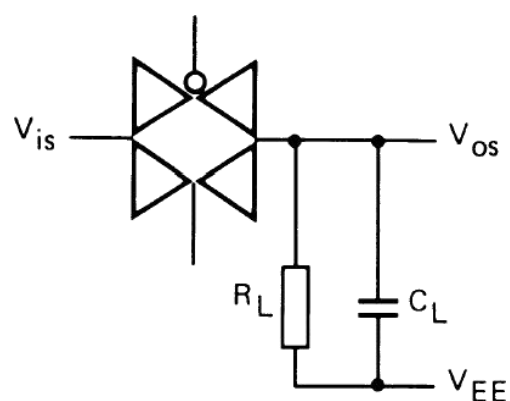

图 4
4. $R_L=10K\Omega$; $C_L=15pF$; 通道开通; $V_{is}=V_{DD}$ (P-P) /2(正弦波, 在 $V_{DD}/2$ 处对称), $f_{is}=1KHz$; 如图 4 所示
7. $R_L=1K\Omega$; $C_L=5pF$; 通道关断; $V_{is}=V_{DD}$ (P-P) /2(正弦波, 在 $V_{DD}/2$ 处对称); $20lg(V_{os}/V_{is})=-50dB$; 如图 4 所示
8. $R_L=1K\Omega$; $C_L=5pF$; 通道开; $V_{is}=V_{DD}$ (P-P) /2(正弦波, 在 $V_{DD}/2$ 处对称); $20lg(V_{os}/V_{is})=-3dB$; 如图 4 所示